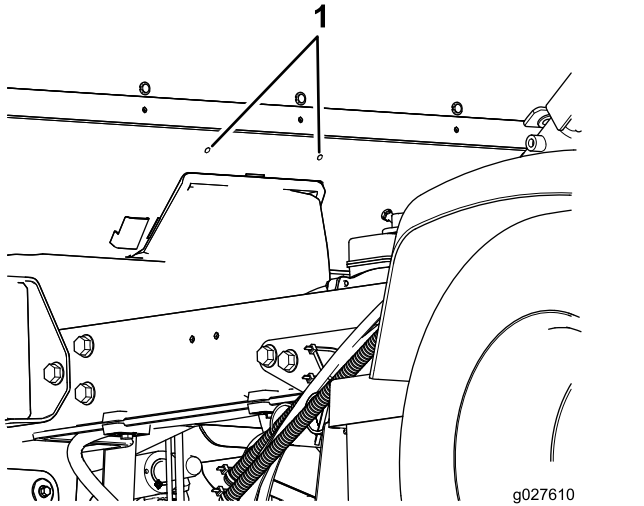

Bild 16
3. Ermitteln Sie die zwei Löcher (6,3 mm) in der Mitte der hinteren Abdeckung der Kabine (Bild 16).